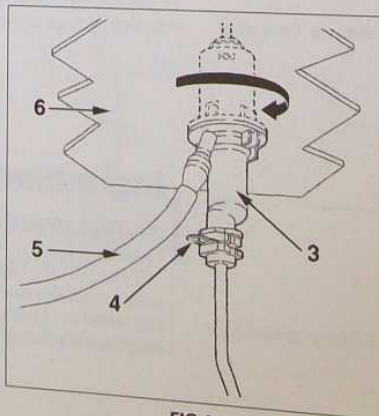

FIG.3
- Déposer l'agrafe de retenue (4) du tuyau sur le cylindre émetteur (3) (Fig.3).